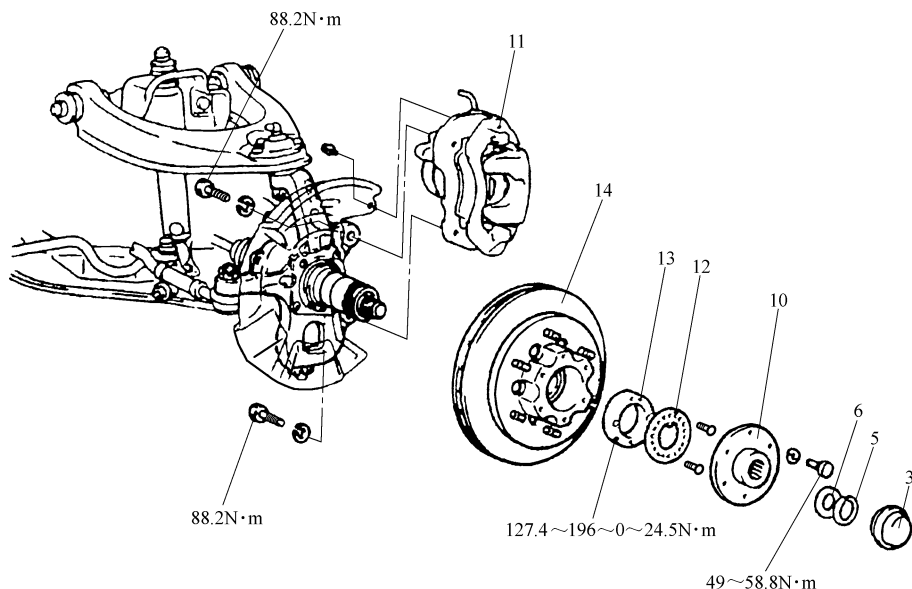
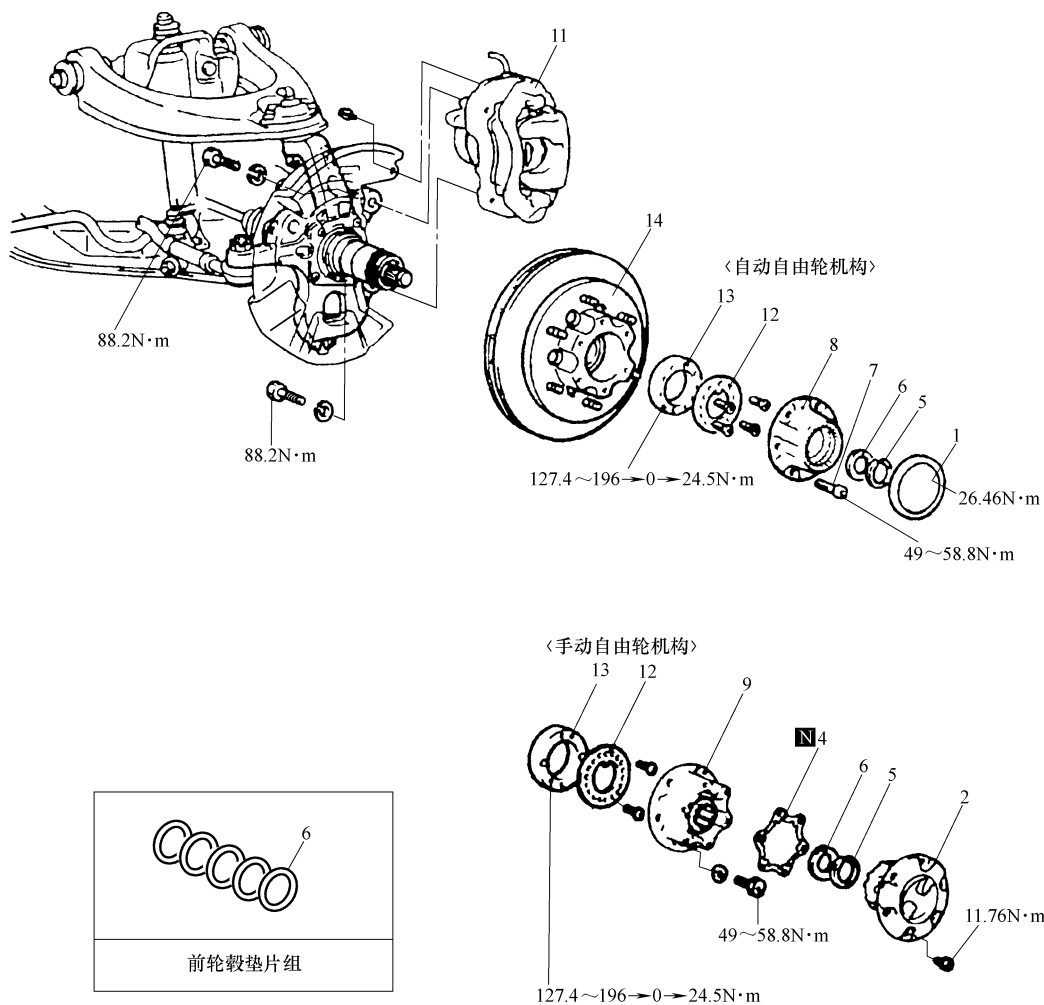

图 4-8 不带自由轮机构轮毂的拆卸
图 4-9 带自由轮机构轮毂的拆卸
1) 轮毂总成的拆卸：不带自由轮机构的轮毂的拆卸如图 4-8 所示，带自由轮机构的轮毂的拆卸如图 4-9 所示。